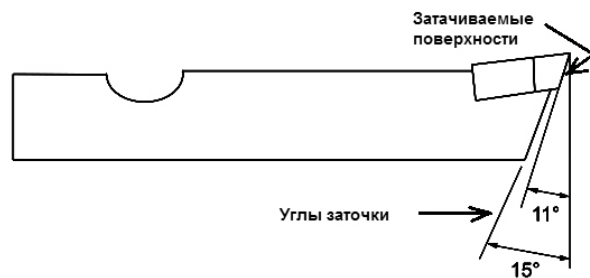

Рис.10
2. Заточиваемые поверхности и углы заточки (Рис.10).